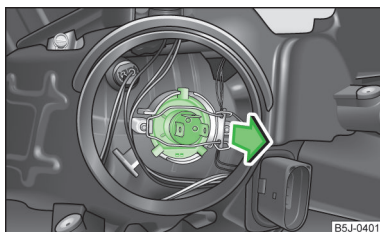

Fig. 157
- › Trageți conectorul de pe bec, deblocați etrierul de siguranță și extrageți becul » fig. 157.